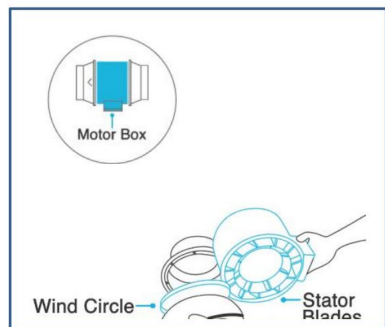

Fig.2.
2) Ta bort motorlådan från flänsfästet. Ta bort vindcirkeln mellan motorlådan och insugningsflänsen. Se (Fig.2.)